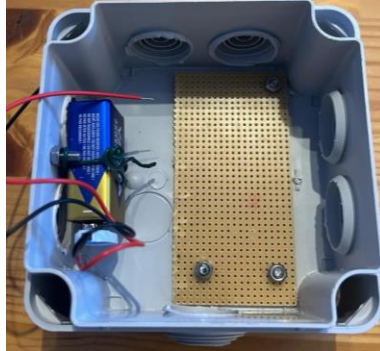

Figure 4 : Schéma de la deuxième partie de la réalisation du simulateur
- Placer une plaque à trous dans la boîte à décade. (Voir figure 4)